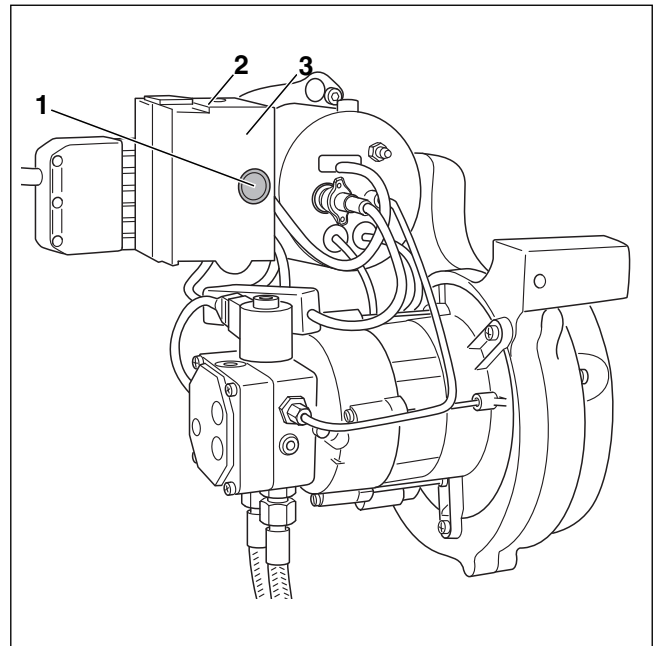

Bild 30 Entstörtaster und Signalleuchte
- ▶ Entlüften Sie das System mithilfe der eingebauten Ölpumpe, nicht durch wiederholtes Drücken des Entstörtasters (→ Bild 30, [1]).
- ▶ Entstörtaster (→ Bild 30, [1]) länger als eine Sekunde drücken (einschalten). Nach ca. fünf Sekunden geht der Brenner in den Anfahr- bzw. Betriebsmodus (→ Tabelle 9, „Anzeige des Betriebszustandes des Brenners über die mehrfarbige LED“, Seite 13).
- ▶ Entstörtaster drücken (→ Bild 30, [1]).